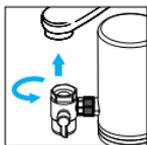

Rysunek1.1
- 1 Wyjmij filtr (A) i usuń opakowanie.
- 2 Wyjmij system i adaptory (A3/B2) i odkręć podstawę filtra (D) w kierunku przeciwnym do ruchu wskazówek zegara. Utrzymaj otwór wylotowy wody filtra skierowany w dół i umieść filtr na podstawie filtra (D). Odkręć podstawę filtra (D) zgodnie z ruchem wskazówek zegara. [Rysunek 1.1]